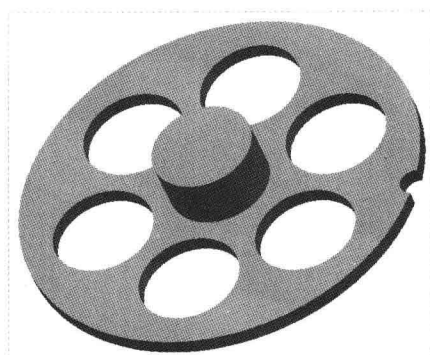

图 17-49 创建拉伸切除特征 1
Step 02 设置拉伸高度为 8,并调整拉伸方向,单击“移除材料”按钮,然后单击“应用并保存在工具中所做的所有更改,然后关闭工具操控板”按钮✔,完成拉伸切除特征的创建,如图 17-49 所示。